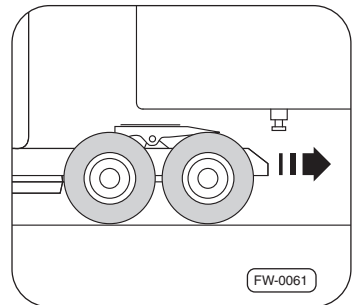

Abb. 14 · Sattelzugmaschine unter Auflieger fahren
7. Mit der Sattelzugmaschine unter den Auflieger fahren, bis die Sattelkuppung ca. 50 cm vor dem Zugsattelzapfen steht ⇒ Abb. 14.